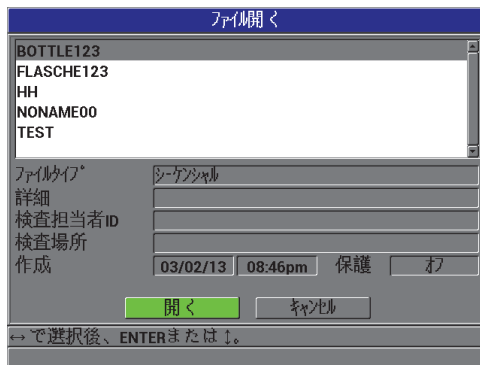

図 7-9 ファイルを開く
2. ファイル開く画面で（132 ページ図 7-9 参照）、開きたいファイルをリストから選択し、[ENTER] を押します。